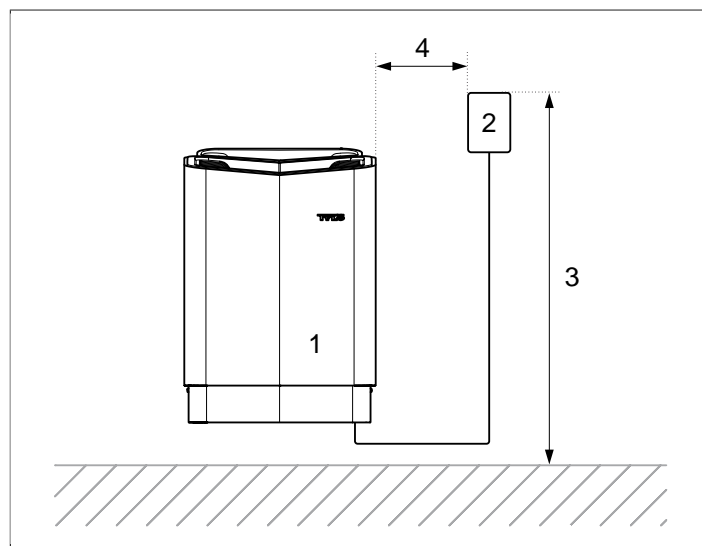

Afbeelding 5: Plaatsing van de saunakachel - in nis gemonteerd
- De plaats van de sensor plannen (zie **Afbeelding 3**, Pagina 2 evenals **Afbeelding 5**, Pagina 3).
- langs dezelfde wand als waarin de deur is geplaatst (alleen in uitzonderingsgevallen langs de zijwand, maar dan het dichtst bij de deur). De kachel kan ook in een nis worden geplaatst (zie **Afbeelding 5**, Pagina 3).
1. Plaats de kachel op veilige afstand van vloer, zijwanden en inrichting (zie **Afbeelding 5**, Pagina 3).
2. Plaats de sensor volgens de afbeelding (zie **Afbeelding 5**, Pagina 3).